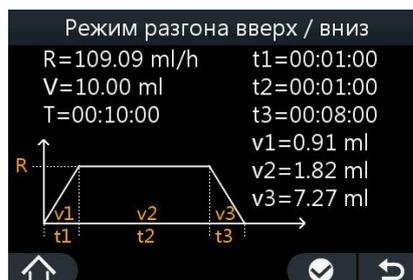

Рисунок 5-10
3. Установите заданный объем, общее время, время нарастания, время спада. Затем автоматически переходите к интерфейсу, как показано на рис.5-10.